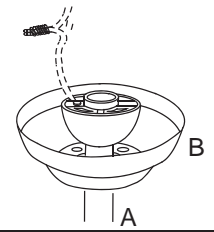

Fig. 2
2. Conecte el cable verde del vástago (A) al cable verde del soporte de montaje (C). [Fig. 2]